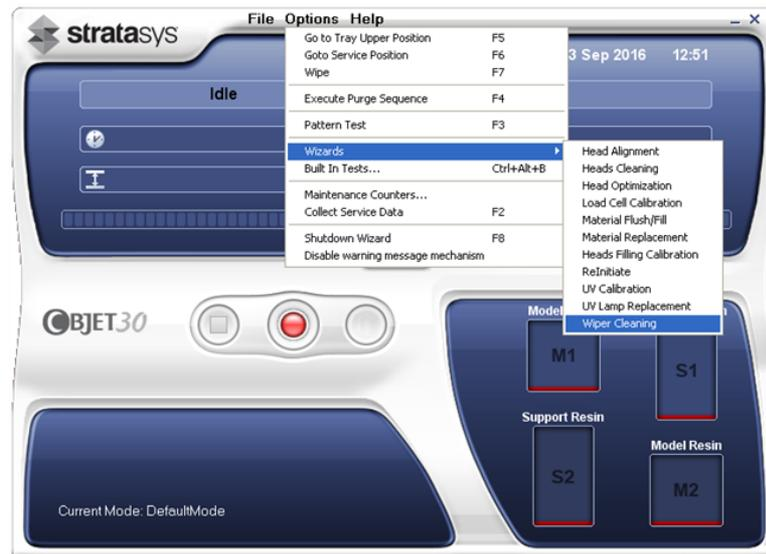

Figura 6-41 Iniciar el Asistente de limpieza de la escobilla
2. Inicie el asistente de limpieza de cabezales en el menú *Options* (Opciones). (consulte Figura 6-41 en la página 6-37).